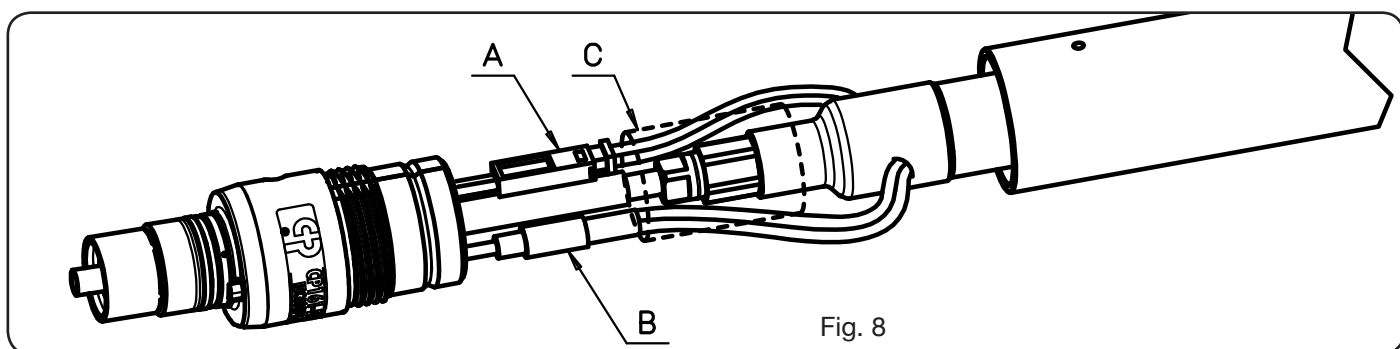

Fig. 8
- Dévisser la vis de blocage **G** et ensuite la poignée **M**, tirez-la en arrière jusqu'à montrer tous les câbles Fig. 8).
- Dévissez la vis de blocage **G** et ensuite la poignée **M**, tirez-la en arrière jusqu'à montrer tous les câbles (voir Fig.8);